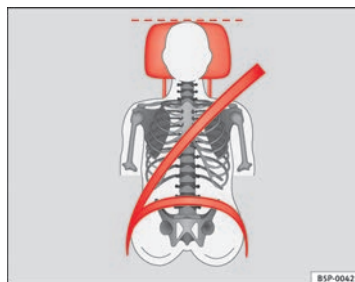
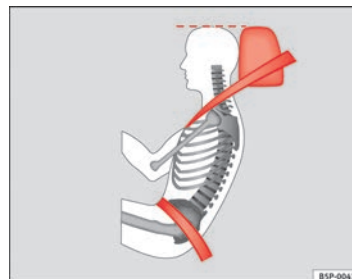

Fig. 90 Vista de frente:
Fig. 91 Vista de lado:
- Ajuste el apoyacabezas de modo que el borde superior del mismo quede a la misma altura que la parte superior de la cabeza, como mínimo a la altura de los ojos ⇒ fig. 90 y ⇒ fig. 91.